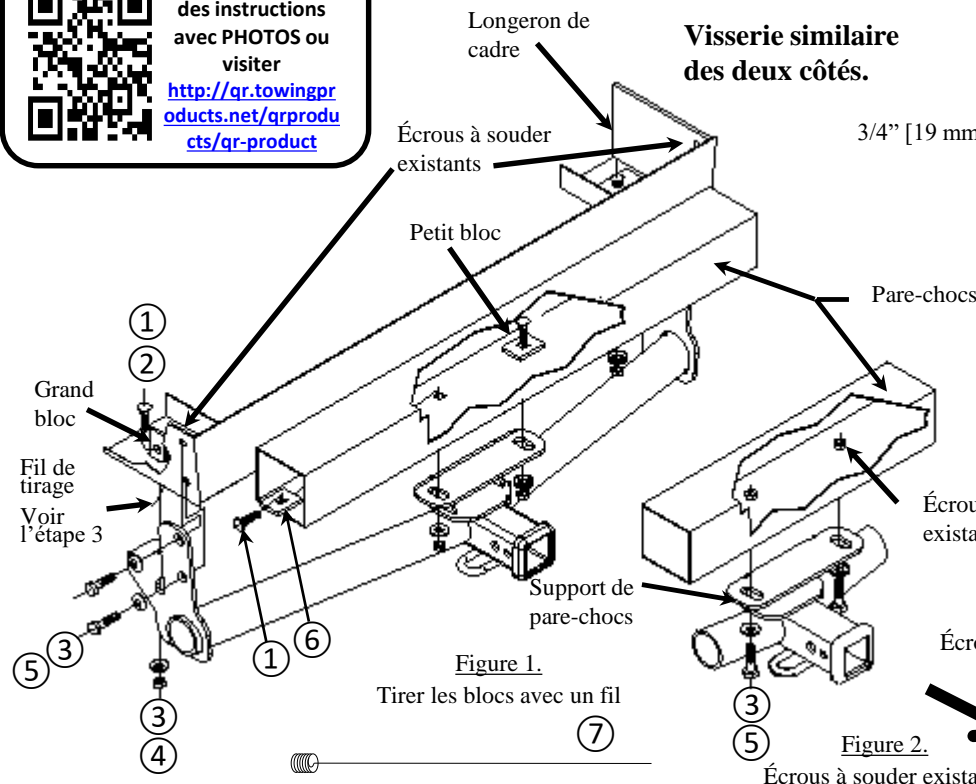

Figure 1. Tirer les blocs avec un fil
3. Soulever l'attelage en position; lorsque nécessaire, soulever le support de montage du pare-chocs par-dessus le carénage. Installer les boulons et les rondelles coniques M12 dans les écrous à souder existants, en prenant soin de ne pas pousser les boulons dans le cadre de châssis, comme illustré à la figure 1.
Installer une rondelle conique et un écrou. Voir la figure 1.
5. Sur les véhicules sans écrous soudés existants dans le pare-chocs: À l'aide d'un fil de tirage, faire passer les boulons de carrosserie et les petits blocs à travers le bout du pare-chocs, puis à travers le support du pare-chocs. Installer une rondelle conique et un écrou. Voir la figure 1.